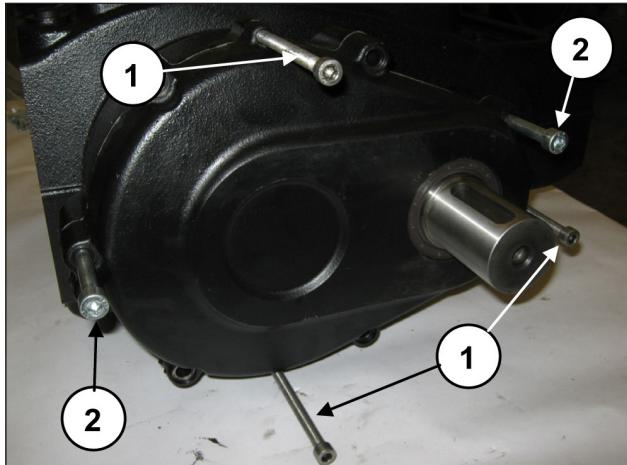

图 5
通过提取器在专用孔中定位3个M8螺纹螺栓或螺丝（位置①，图 5），并通过盖子支撑件定位足够长的两个螺丝M10（位置②，图 5）。